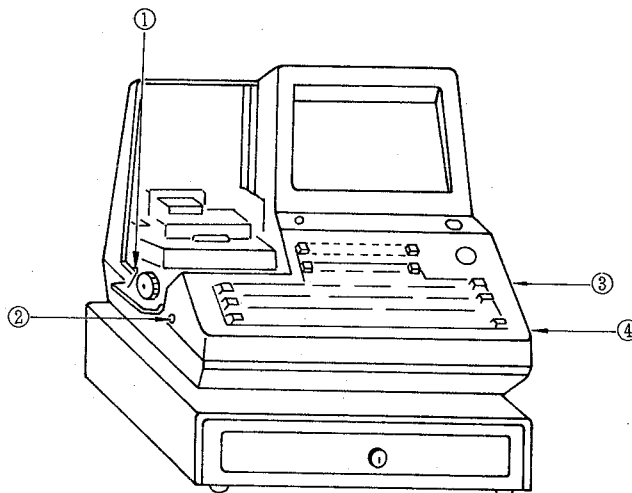

Abb. 39
- 3) Die Schrauben (4 Stück) wie in Abb. 39 gezeigt entfernen und das Gehäuseoberteil abnehmen.